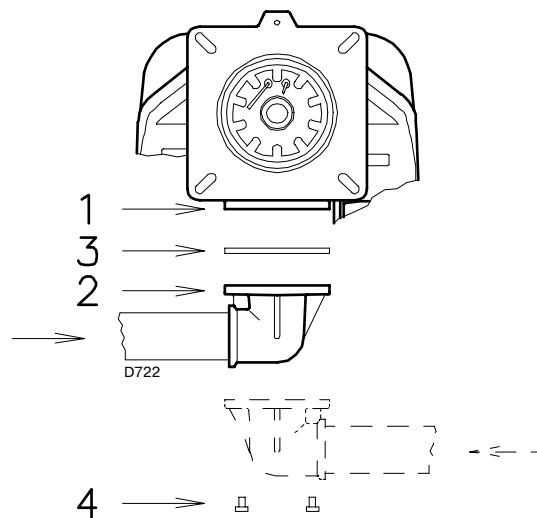

Рис. 19
- Рампа может быть установлена как слева, так и справа, в зависимости от удобства монтажа, см. Рис. 19.
- Газовая рампa подсоединяется к газовому контакту 1)(Рис. 19) посредством фланца 2), прокладки 3) и винтов 4), входящих в поставку горелки.